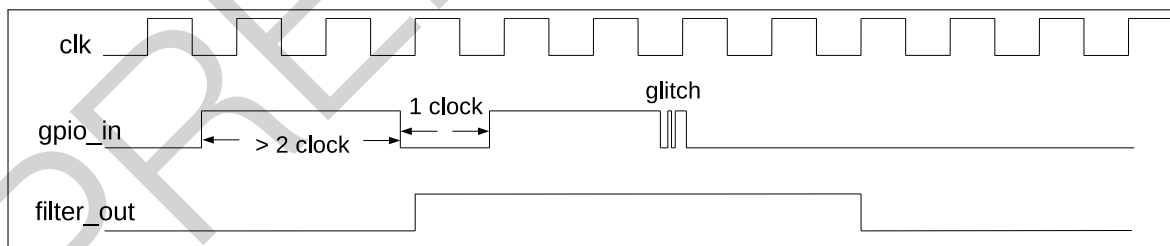

图 4-5. GPIO 输入信号滤波时序图
2. 可选：置位 `IO_MUX_GPIO n _FILTER_EN` 使能 GPIO 管脚的输入信号滤波功能，如图 4-5 所示。只有当输入信号的有效宽度大于两个时钟周期时，输入信号才会被采样。否则，输入信号将会被滤掉。